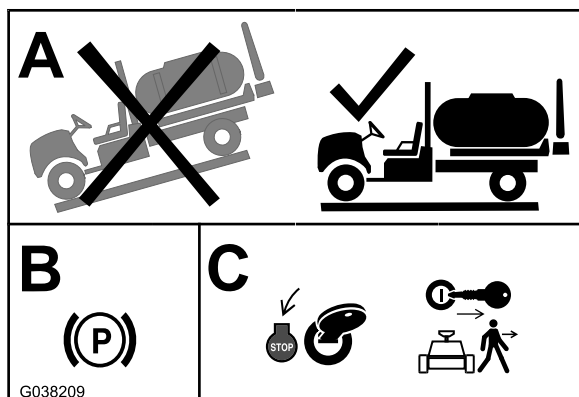

Bild 1
1. Stellen Sie die Maschine auf einer ebenen Fläche ab (Bild 1).
2. Aktivieren Sie die Feststellbremse (Bild 1).
3. Stellen Sie den Motor ab und ziehen Sie den Zündschlüssel ab (Bild 1).